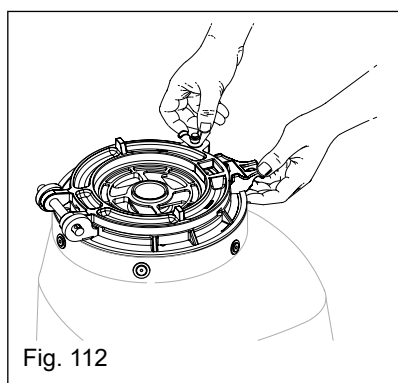

Fig. 112
e) Solte a presilha que fixa o bloco da plantadora à base do disco (Fig. 112).